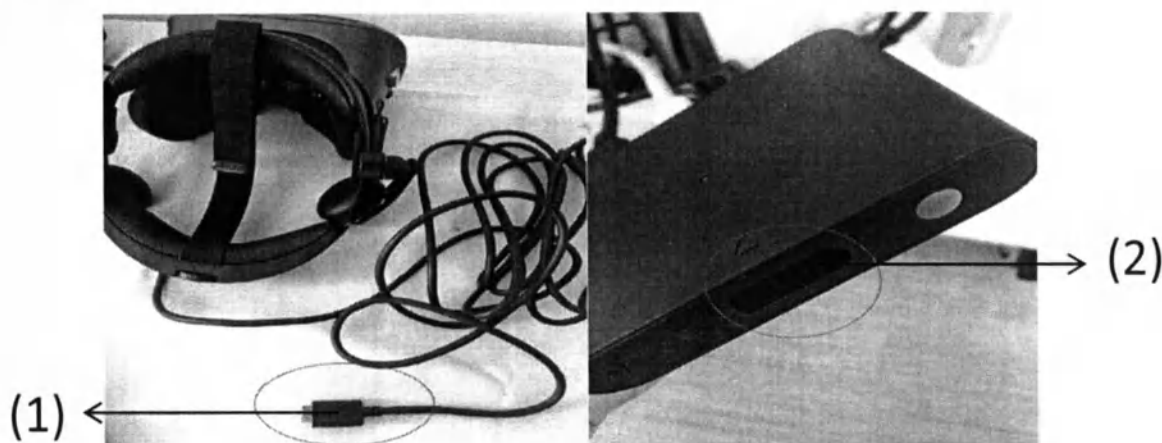

Рисунок 2 Подключение коммуникационного модуля Link Box
- Перед установкой программного обеспечения подключите разъем (1) в основное гнездо коммуникационного модуля Link Box (2) рис. 2